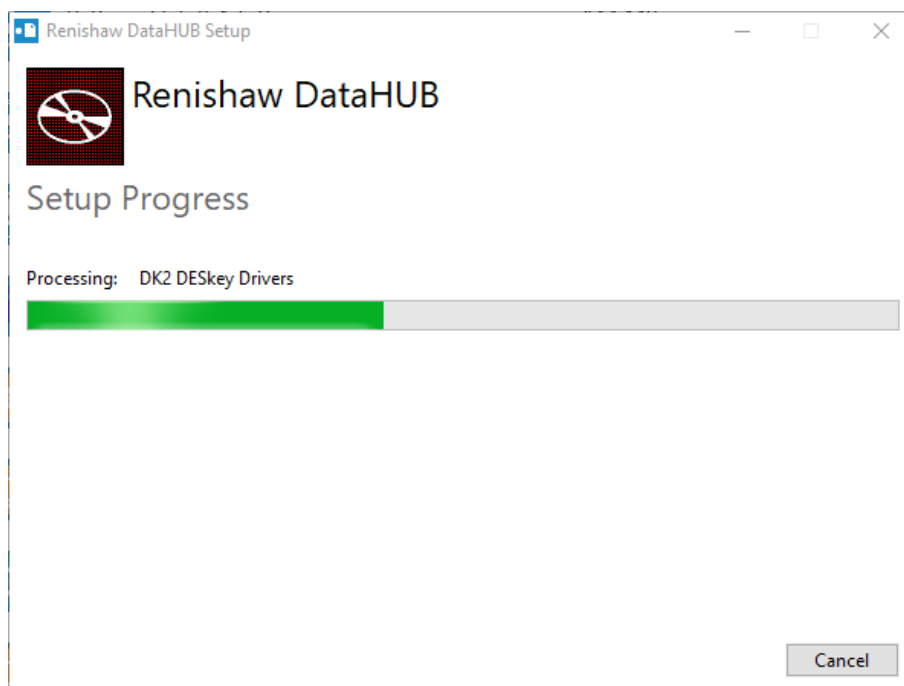

Figure 17 Barre de progression
5. Attendez que la barre de progression soit complète (voir la Figure 17).